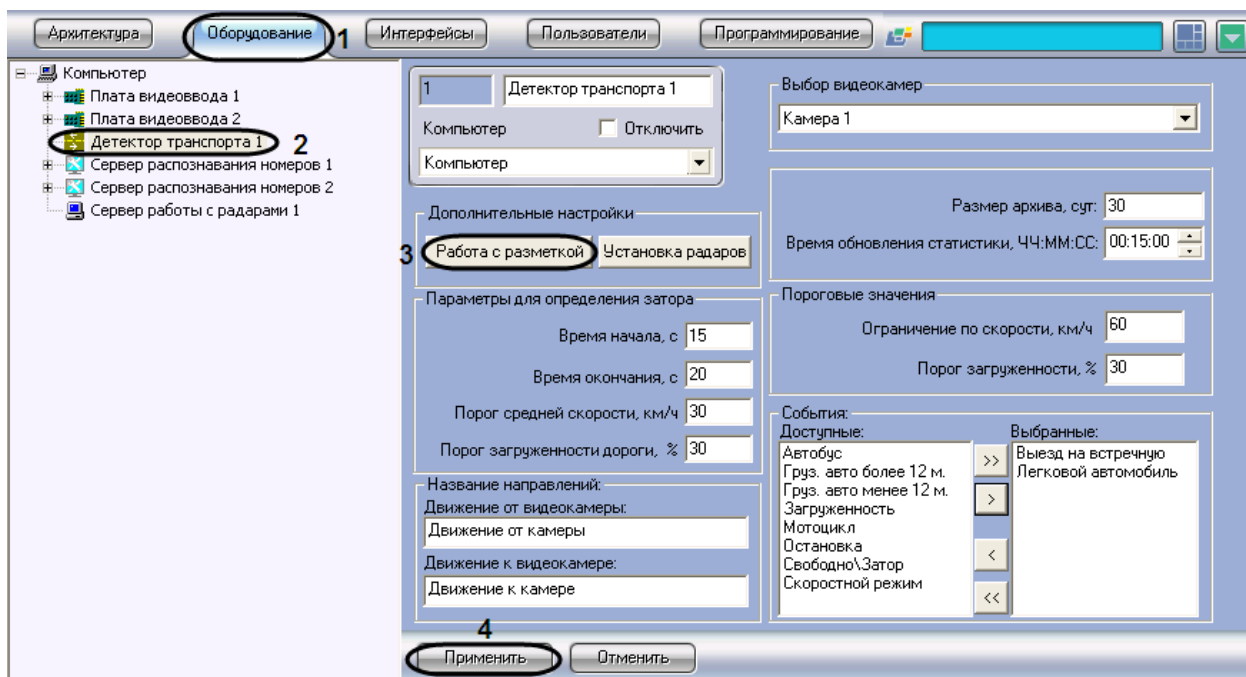

Рис. 7.4—13. Экспортирование файла, содержащего параметры разметки
2. В дереве объектов на вкладке «Оборудование» выбрать объект «Детектор транспорта», соответствующий настраиваемому программному модулю «Детектор транспорта» (Рис. 7.4—13, 2). В правой части вкладки «Оборудование» отобразится панель настройки выбранного объекта.
3. Нажать на кнопку «Работа с разметкой» и выбрать пункт «Экспорт разметки» (см. Рис. 7.4—13, 3).